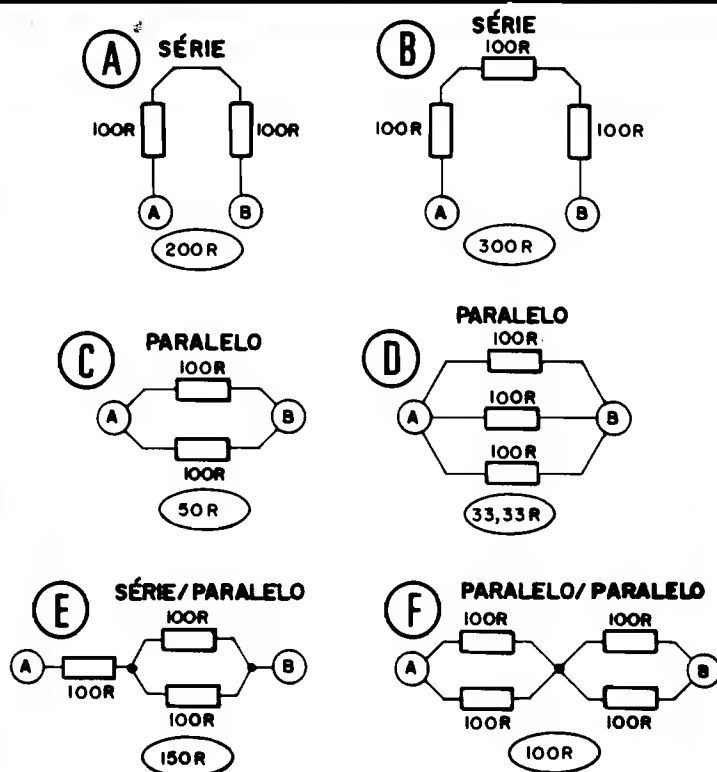
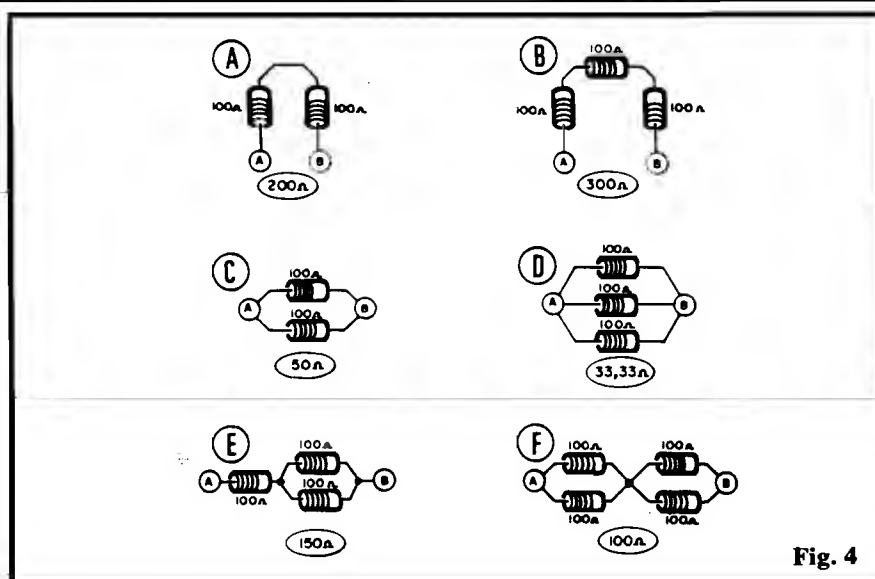

Fig. 3
Fig. 4
- **FIG.3** - Diversos exemplos de associações de resistores, com os valores finais resultantes também indicados. Vamos ver cada caso:
Onde “Rp” é o valor resistivo resultante da associação, enquanto que R1, R2, R3.....Rn são os valores individuais dos resistores que formam o conjunto. Vamos “conferir” com o exemplo mostrado na fig. 3-C:
Para que o Leitor/Aluno, ainda iniciante, não se atrapalhe muito com a simbologia (vão tratando de decorar e acostumar-se, que essas “molezas” apenas serão fornecidas nas primeiras Lições...), os mesmos arranjos mostrados na fig. 3 são também vistos, em “forma real”, na próxima figura:
- FIG. 4 - “Vista real” das associações exemplificadas na fig. 3.
Comparar os **símbolos** (fig. 3) com o **chapeado** (fig. 4) é uma boa maneira de ir se acostumando com a “interpretação” dos esquemas... Com um pouco de atenção e bom senso, logo, logo o Leitor/Aluno não encontrará dificuldades em “ler” esquemas muito mais complexos...